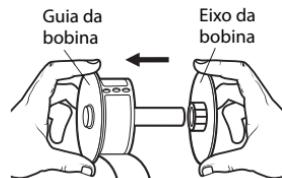

Figura 7
- 4 Segure o eixo da bobina na mão esquerda e coloque o rolo de etiquetas no eixo, de modo que as etiquetas sejam alimentadas a partir da parte inferior e a borda esquerda do rolo esteja firme na lateral da bobina. Consulte Figura 7.
- 5 Coloque o guia da bobina no lado direito da bobina e pressione-o firmemente de encontro ao rolo de etiquetas, **sem deixar folga** entre o rolo e a bobina. Consulte Figura 7.